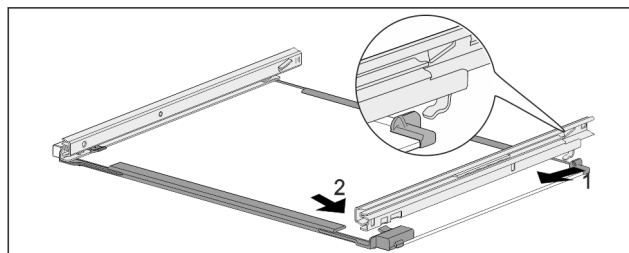

Fig. 78 Tablette en verre avec rails
- ▶ Accrocher le rail à l'arrière. *Fig. 78 (1)*
- ▶ Accrocher le rail à l'avant. *Fig. 78 (2)*